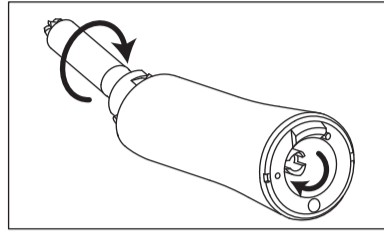

Fig. 10
- 2) Rode a engrenagem na extremidade do veio motriz para confirmar o acoplamento (Fig. 10).